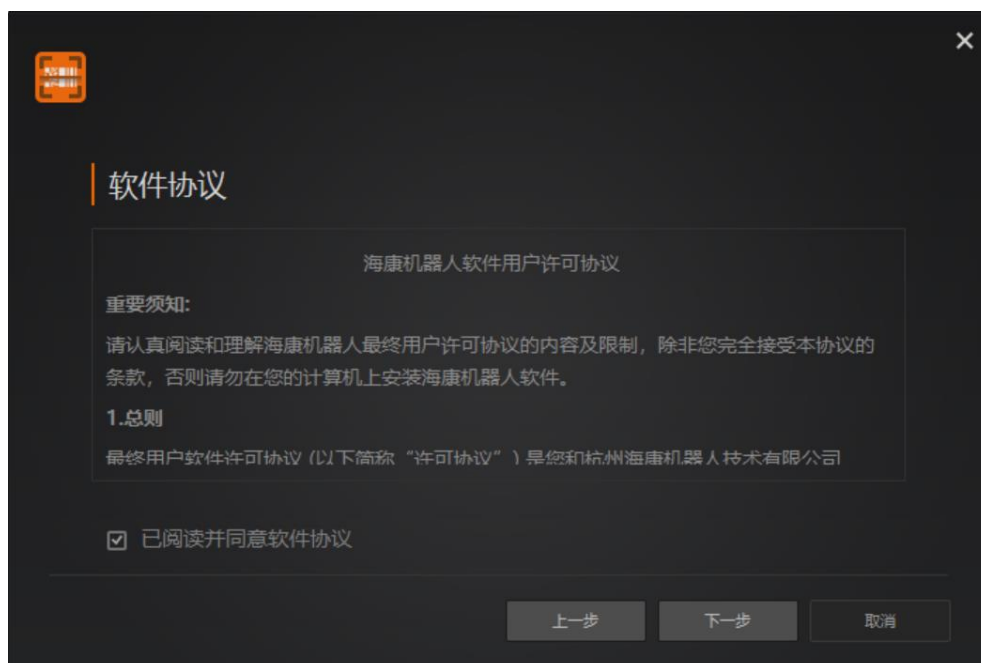

图3-4 软件许可协议
2. 确保“已阅读并同意软件协议”已勾选，单击“下一步”，如图 3-4 所示。